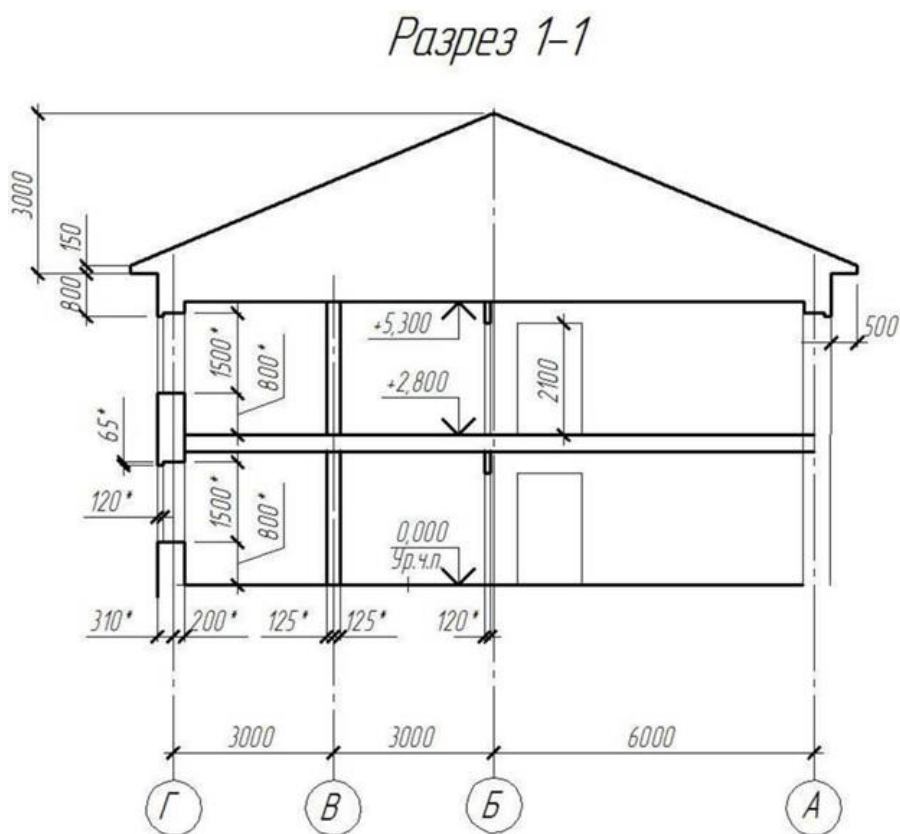

Рисунок 12 – Изображение осей и горизонтальных линий разреза жилого дома.
2.4. Намечаем положение оконных и дверных проемов в наружной стене с учетом наличия в оконных и дверных проемах четвертей. Размеры со звездочкой на рис. 12 являются справочными и на чертеже не проставляются.
2.5. Вычерчиваем выносы карниза. Необходимые размеры берем из примера, представленного на рис. 12. Оформляем контур кровли в соответствии с заданием.